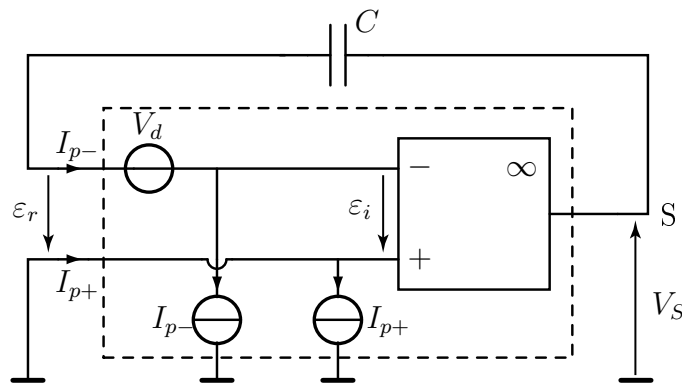

FIGURE 4 – Montage permettant de mesurer le courant de polarisation I_{p-} .
Si on ne possède pas de nanoampèremètre, les mesures directes sont relativement délicates. On réalise alors le montage représenté figure 4 avec C un condensateur non polarisé de capacité 100 à 1000 nF. On utilisera la table traçante ou une carte d'acquisition. On fera les mesures pour un A.O. TL081.
- ☞ Comment faut-il modifier le schéma de la figure 4 pour pouvoir mesurer cette fois le courant I_{p+} avec un condensateur et en assurant le fonctionnement linéaire de l'amplificateur opérationnel ?
- ☞ Modifier le montage de la figure 4 et relever les variations de V_S en fonction du temps.